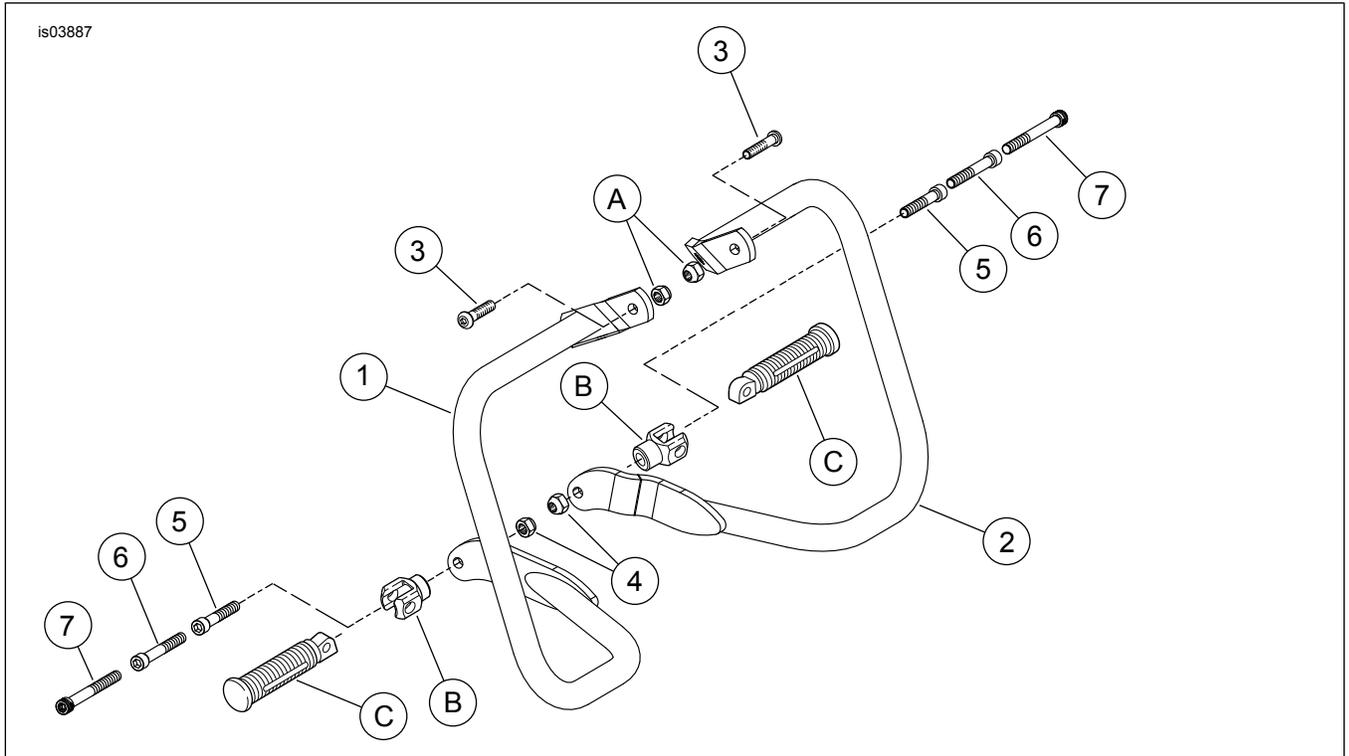

Abbildung 3. Ersatzteile: Hinterer Softail Satteltaschen-Schutzbügel
Siehe Abbildung 3 und Tabelle 1.
5. Den unteren Flansch (6) des Satteltaschenbügels (4) an der Stelle, an der die Soziusfußraste (2) (oder Soziustrittbrettschraube) befestigt ist, gegen die Innenfläche des Motorradrahmens (7) ansetzen. Falls der Heritage-Satteltaschen-Umrüstsatz, Teile-Nr. 90238-00 eingebaut wird, muss die Halterung zwischen Satteltaschen-Schutzbügelrand und Motorradrahmenteil platziert sein. Dabei auf die Einbauanleitung Bezug nehmen, die mit diesem Satz mitgeliefert wird.
6. Siehe Abbildung 3. Je nach Modell und Ausführung die relevante unten stehende Einbauanleitung ausführen: **An Modellen mit Sozius-Fußraste aber ohne Satteltaschenumbauhalterung:** Die 3/8-16 x 2-3/4-in-Innensechskantschraube (6) (für FLSTC-Modelle ab 2007 die 3-1/2 in lange Innensechskantschraube (7) aus dem Satz verwenden) durch die Fußrastenstütze (B) einbauen. Die Halterung am Rahmen anbringen. Die Halterungsschraube auf ein Drehmoment von 47–61 N·m (35–45 ft·lb) anziehen. Den unteren Satteltaschen-Schutzbügel flansch über der Schraube befestigen, die an der Innenseite des Rahmenträgers hervor steht. Die 3/8-16-Sicherungsmutter auf das Schraubenende aufdrehen. Auf ein Drehmoment von 47–61 N·m (35–45 ft·lb) anziehen. Die Fußraste (C) gemäß den Anweisungen im Werkstatthandbuch einbauen. **An Modellen mit Sozius-Fußraste und Satteltaschenumbauhalterung:** Die 3/8-16 x 2-3/4-in-Innensechskantschraube (6) (Für FLSTC-Modelle ab 2007 die 3-1/2 in lange Innensechskantschraube (7) aus dem Satz verwenden) durch die Fußrastenstütze einbauen. Die Halterung am Rahmen anbringen. Die Halterungsschraube auf ein Drehmoment von 47–61 N·m (35–45 ft·lb) anziehen. Die Satteltaschenumbauhalterung auf die Schraube aufsetzen. Den unteren Satteltaschen-Schutzbügel flansch über der Schraube befestigen, die an der Innenseite des Rahmenträgers hervor steht. Die 3/8-16-Sicherungsmutter auf das Schraubenende aufdrehen. Die Mutter auf ein Drehmoment von 47–61 N·m (35–45 ft·lb) anziehen. Die Fußraste (C) gemäß den Anweisungen im Werkstatthandbuch einbauen. **Bei Modellen mit Sozius-Trittbrett, mit oder ohne Werkzeugkasten:** Die 3/8-16 x 2-1/4-in-Innensechskantschraube (5) durch die Soziustrittbretthalterung und die Werkzeugkastenhalterung (sofern vorhanden) einbauen. Die Trittbrett-Befestigungsschraube auf ein Drehmoment von 47–61 N·m (35–45 ft·lb) anziehen. Die Satteltaschenumbauhalterung auf die Schraube aufsetzen. Den unteren Satteltaschen-Schutzbügel flansch über der Schraube befestigen, die an der Innenseite des Rahmenträgers hervor steht. Die 3/8-16-Sicherungsmutter (4) auf das Schraubenende aufdrehen. Die Mutter auf ein Drehmoment von 47–61 N·m (35–45 ft·lb) anziehen. **Bei Modellen mit Sozius-Fußrasten und Werkzeugkasten:** Die 3/8-16 x 2-1/4-in-Innensechskantschraube (5) von der Motorradinnenseite aus durch die Öffnung im unteren Flansch der Satteltaschenhalterung und die Satteltaschenumbauhalterung in den Motorrad-Rahmenträger einbauen. Die Schraube auf ein Drehmoment von 47–61 N·m (35–45 ft·lb) anziehen. Das Soziusfußrasten-Distanzstück auf dem Schraubenende anbringen. Das Fußrasten-Distanzstück auf ein Drehmoment von 47–61 N·m (35–45 ft·lb) anziehen. Die Sozius-Fußrastenhalterung am Ende des Fußrasten-Distanzstücks anbringen. Auf ein Drehmoment von 47–61 N·m (35–45 ft·lb) anziehen. Die Fußraste (C) gemäß den Anweisungen im Werkstatthandbuch einbauen.